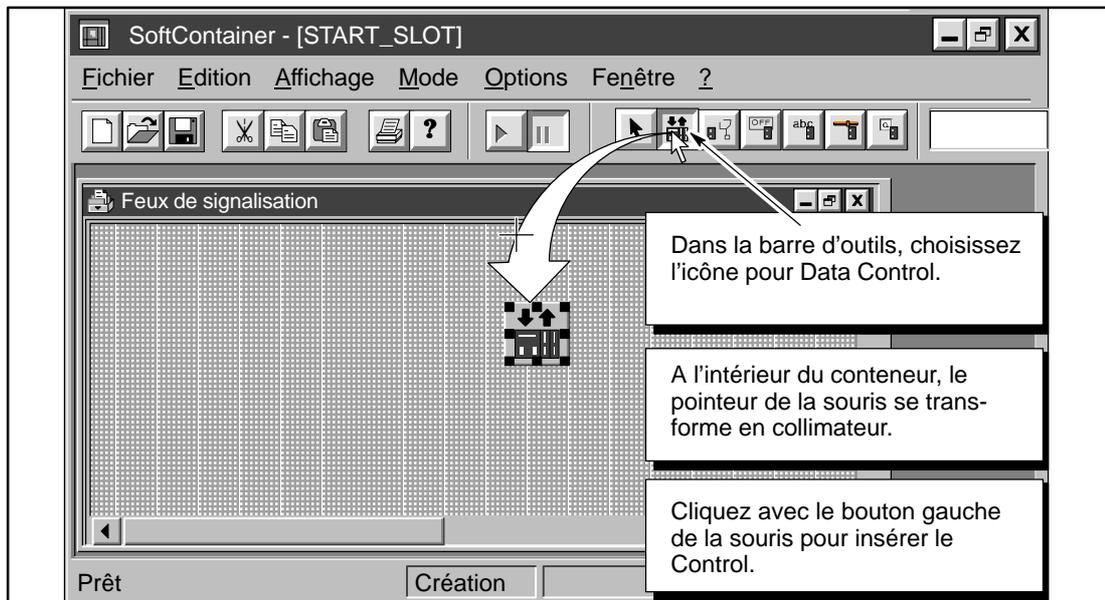

Figure 2-19 Insérer un SIMATIC Data Control via la barre d'outils
1. Insérez un Data Control (voir figure 2-19):